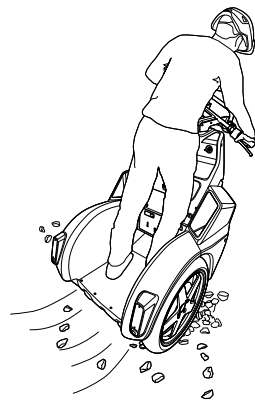

图 21：避开低牵引力表面
- 避免在光滑或牵引力较低的表面（如雪、冰、潮湿的地面、湿草）或其他可能造成牵引力丢失的表面上行驶（图 21）。